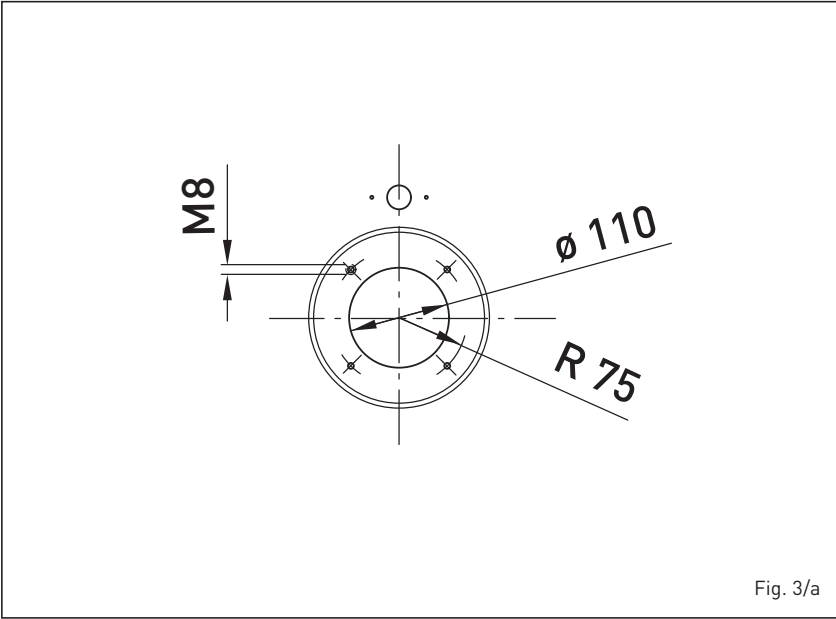

Fig. 3/a
1.6 CAMARA DE COMBUSTION (fig. 3)
La cámara de combustión es del tipo con pasaje directo y es conforme a la norma EN 303-3 adjunto E. Las dimensiones están indicadas en la fig. 3.
(fig. 3/a)**
La puerta de la caldera se suministra predispuesta para el montaje del quemador (fig. 3/a). Los quemadores deben ser regulados de modo tal que el valor de la CO₂ sea el indicado en el punto 1.3 con una tolerancia de $\pm 5\%$.